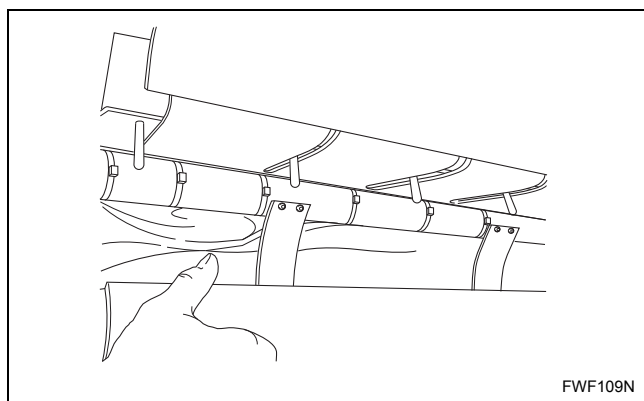

Figura 8
- a. Quite el papel protector de la parte de abajo de la mesa de alimentación. Consulte la *Figura 8*.